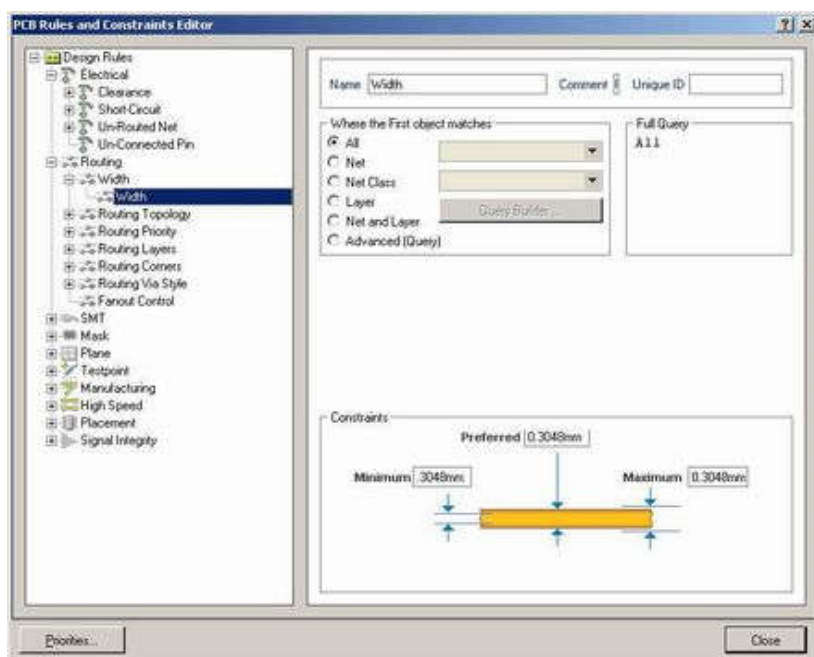

Рисунок 39 – Ограничение на ширину проводников на плате.
6. Щелкнем на нем один раз левой кнопкой мыши. В правой части окна появится наглядное описание данного правила (рисунок 39), созданного мастером PCB Wizard.